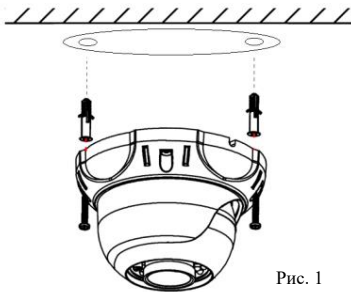

Рис. 1
5. Просверлите два отверстия в соответствии с монтажным шаблоном, затем при помощи шурупов и дюбелей закрепите камеру в подготовленные отверстия (см. рис.1).